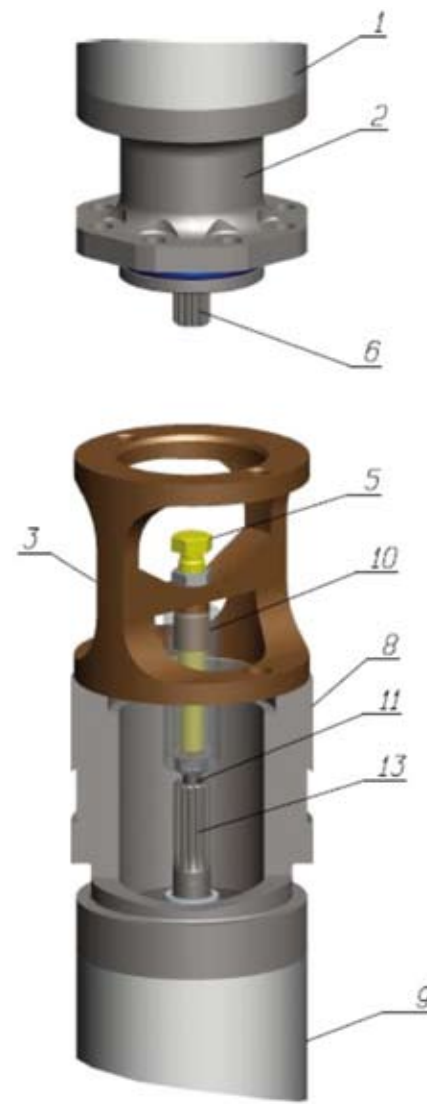

Рис. 3. Регулировка болта под вылет вала следующей секции насоса
- монтажное устройство 3 снимают с основания 2 насосной секции 1 и устанавливают его на головку 8 входного модуля 9 (газосепаратора), предварительно установив цилиндрический ключ 10 на головку регулировочного болта 11 (рис. 3);